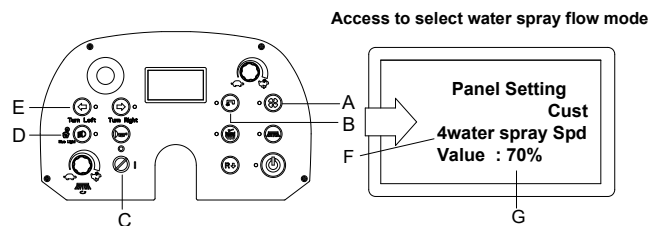

Figura 15
1. Pulse al mismo tiempo el «botón de aspiración» (A, figura 15) y el «botón de la bomba» (B, figura 15).
2. Introduzca la llave de encendido (C, figura 15) y colóquela en la posición «I».
3. Varios segundos más tarde, entre en el sistema seleccionando la modalidad configuración usuario (Figura 15).
4. Desenganche el «botón de aspiración» (A, figura 15) y el «botón de la bomba» (B, figura 15).
5. Pulse el «botón giro a la izquierda» (E, Figura 15) para seleccionar el elemento 4 «4Water Spray Spd» (Velocidad pulverización del agua) (F, Figura 15)
6. Pulse el «botón de aspiración» (A, Figura 15) y el «botón de la bomba» (B, Figura 15) para seleccionar el valor de la velocidad de pulverización de agua (50%, 60%,70%...) (G, Figura 15).
7. Pulse el «botón del faro delantero» (D, Figura 15), aproximadamente 1 segundo después la pantalla muestra «Update OK» (Actualización OK), lo que indica que el caudal de pulverización del agua está configurado, luego reinicie la máquina. (C, figura 7).